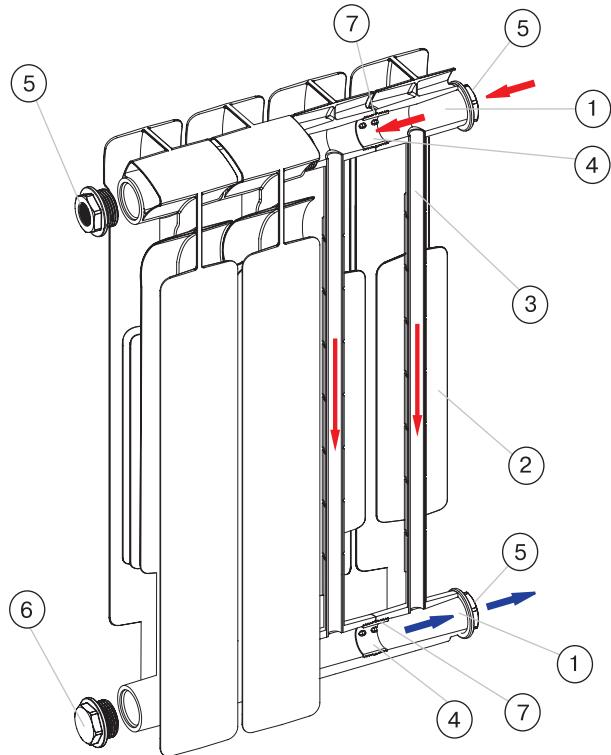

Рис. 1.2.
Секция алюминиевого радиатора STOUT Bravo [рис.1.2] изготовлена из качественного алюминиевого сплава методом литья под давлением. Она представляет собой единый монолит из двух коллекторов (1) (верхнего и нижнего) и связывающего их оребрения (2), внутри которого проходит вертикальный канала овального сечения (3).